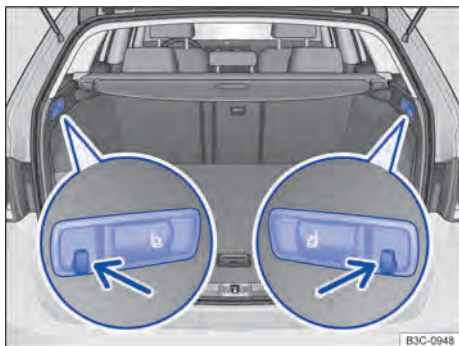

Fig. 119 No compartimento de bagagem: ganchos para sacolas (setas).
- Pendurar sacolas em um dos ganchos para sacolas ⇒ Fig. 119 (seta).
- Prender as cintas de fixação centrais da rede para bagagem com os olhais nos ganchos para sacolas ⇒ Fig. 119. O zíper da rede para bagagem deve estar voltado para cima.